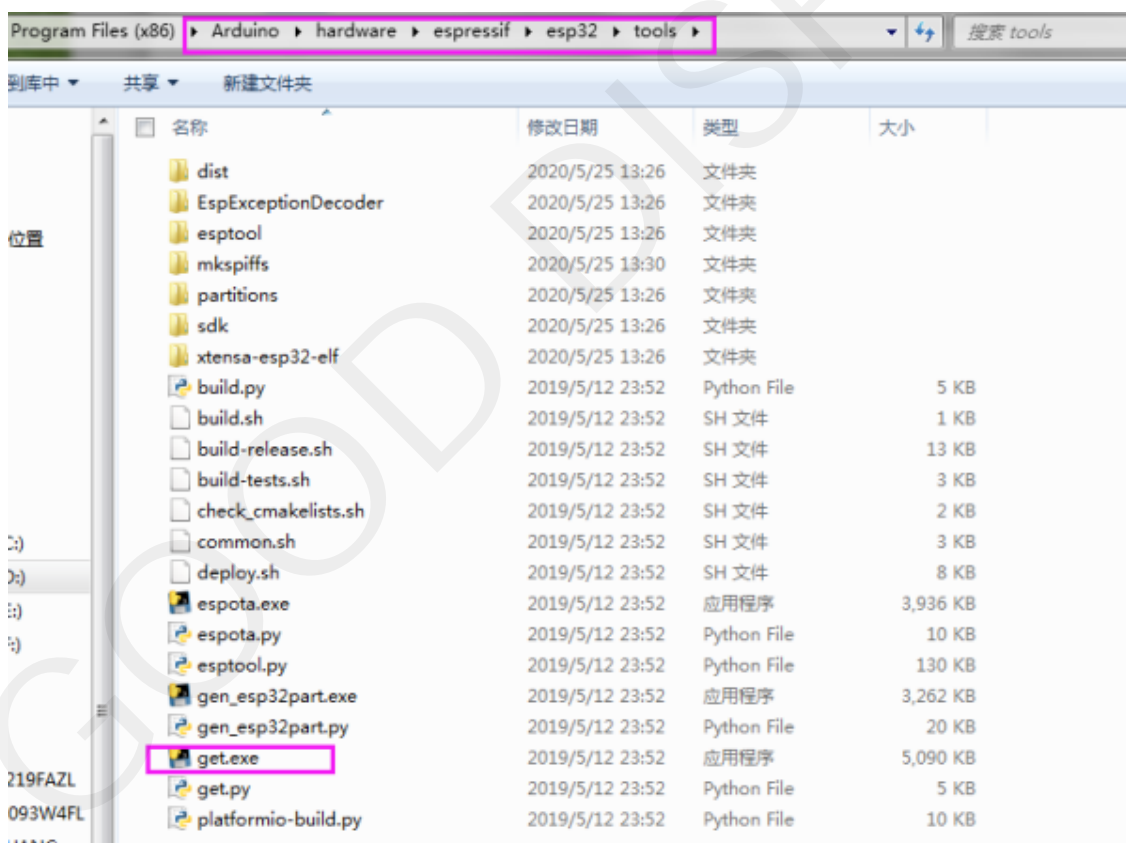

图 5 运行get. exe文件
3) 在esp32/tool s中运行get. exe(前提是安装了python插件)，如图5所示。